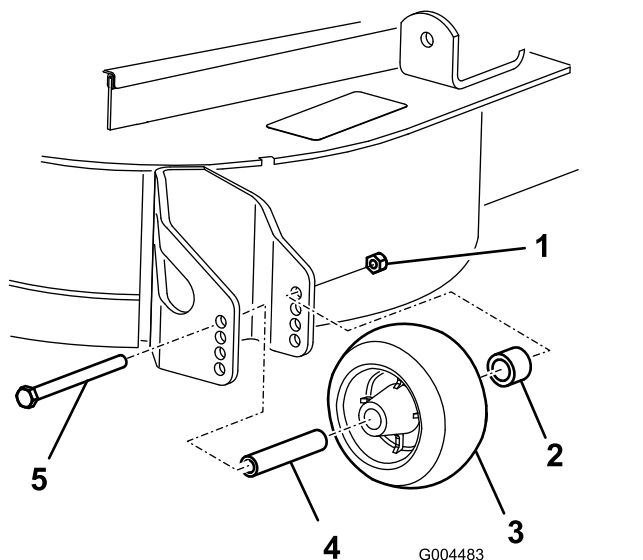

Figure 10
3. Après avoir réglé la hauteur de coupe, réglez les galets en retirant l'écrou à embase, la bague, l'entretoise et le boulon (Figure 10).
5. Posez l'écrou à embase, la bague, l'entretoise et le boulon. Serrez à un couple de 54 à 61 N·m (Figure 10).